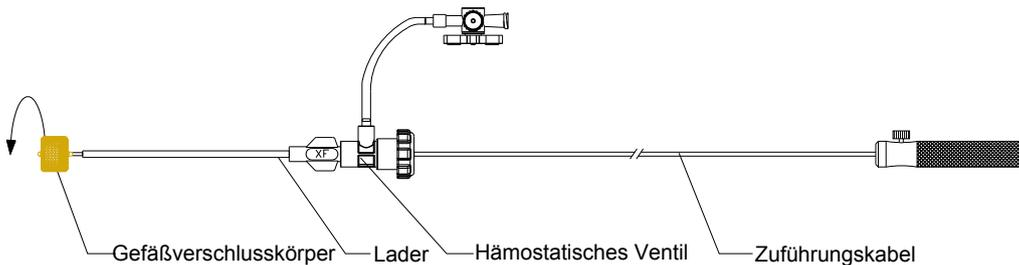
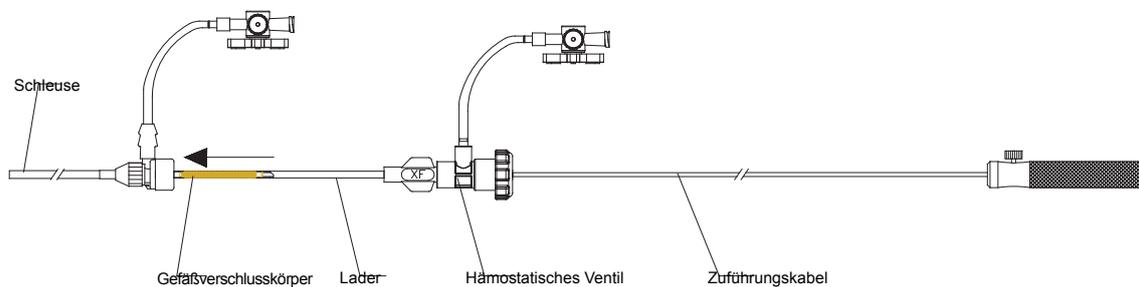

Abbildung 8 Zuführungskabel mit dem Verschlusskörper verbinden
Abbildung 12 Lader mit Verschlusskörper und Zuführungskabel in die Einföhrschleuse einföhren
- Verbinden Sie das Zuführungskabel und den Verschlusskörper über die Mikroschraube (gemäß **Abbildung 8**). Tauchen Sie den Verschlusskörper in heparinisierte Kochsalzlösung und ziehen Sie den Verschlusskörper in den Lader (gemäß **Abbildung 9** und **Abbildung 10**). Entlüften Sie den Lader durch Spülen über den Absperrhahn des hämostatischen Ventils und schrauben Sie das hämostatische Ventil zu. Führen Sie den Lader mit dem Verschlusskörper und dem Zuführungskabel in die Schleuse ein (gemäß **Abbildung 12**), während Sie weiterhin den Lader spülen.
Hinweis: Beim Hineinziehen des Verschlusskörpers in den Lader muss sich das distale Ende ohne Schraube noch immer außerhalb befinden, da ansonsten der Verschlusskörper durch das hämostatische Ventil herausgezogen (gemäß **Abbildung 11**) und wieder in den Lader gezogen werden muss gemäß **Abbildung 8**, **Abbildung 9**, **Abbildung 10**.
Abbildung 11 Wenn das distale Ende ohne Schraube in den Lader hineingezogen wird, muss der Verschlusskörper durch das hämostatische Ventil in Richtung A herausgezogen und wieder in den Lader hineingezogen werden, gemäß **Abbildung 8, Abbildung 9, Abbildung 10**.